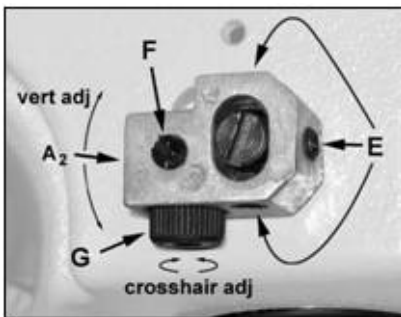

Fig 18
Schwenken Sie die Lasereinheit (A2, Fig 18) von Hand und klemmen Sie die Stellschrauben (E) vorsichtig fest.
Lösen Sie die Klemmschraube (F, Fig 18) und drehen Sie den Laser (G) bis die Laserlinie (S) die Markierung trifft.